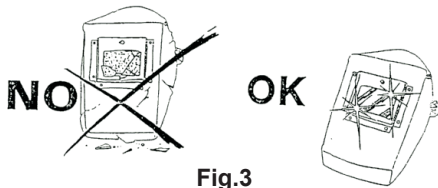

Fig.3
• Deve ser mantido sempre limpo o filtro colorido (vidro adictínico); se estiver partido ou danificado (Fig.3) deve ser substituído com um filtro do mesmo grau de opacidade. O filtro deve ser protector contra protuberância e projecções de soldadura por meio de um vidro transparente colocado sobre a parte frontal da máscara; este último deve ser substituído sempre que se verifica uma reduzida visibilidade na soldadura.